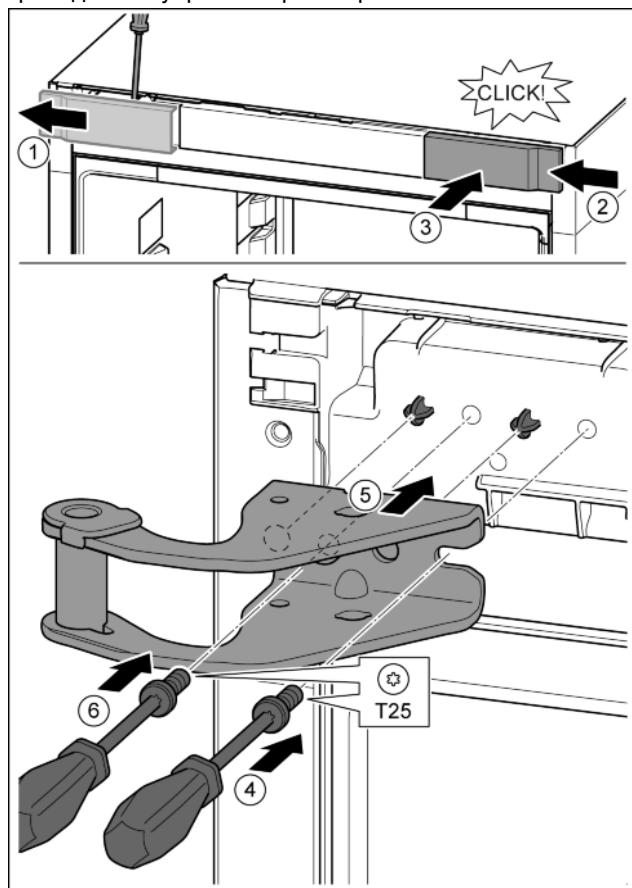

Fig. 11
- Крышку отсоединить с помощью отвертки и убрать в сторону. Fig. 11 (1)
- Навесить крышку, повернув ее на 180°, справа с другой стороны. Fig. 11 (2)
- Крышку зафиксировать. Fig. 11 (3)
- Установить винт отверткой T25. Fig. 11 (4)
- Установить верхний опорный кронштейн. Fig. 11 (5)
- Затянуть винт. Fig. 11 (4)
- Вставить и затянуть винт отверткой T25. Fig. 11 (6)